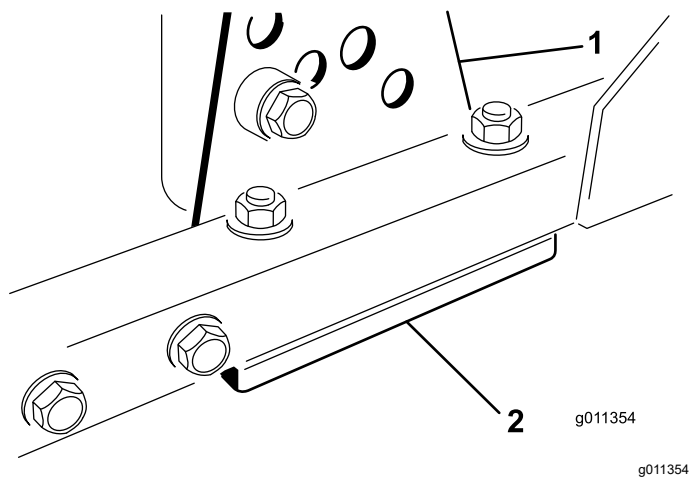

Figura 96
1. Retire el soporte de altura de corte (delantero, izquierdo o derecho) del bastidor de la unidad de corte (Figura 96).
2. Coloque suplementos de 1,5 mm y/o 0,7 mm entre el bastidor de la unidad de corte y el soporte hasta lograr el ajuste de altura deseado (Figura 96).